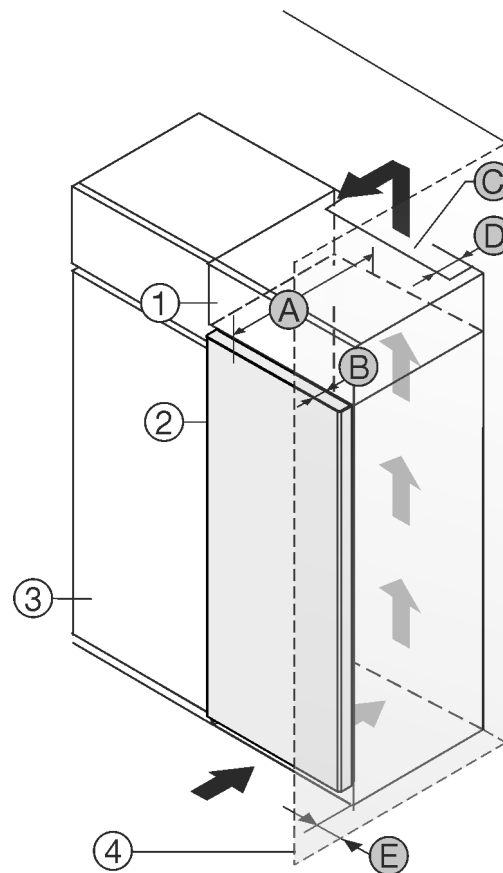

Fig. 1
- (1) Nastavná skříňka *
- (2) Příklad *
- (3) Kuchyňská skříň *
- (4) Stěna *
- (A) Hloubka přístroje *
- (B) Hloubka dvířek *
- (C) Větrací průřez *
- (D) Vzdálenost zadní strany přístroje *
- (E) Vzdálenost k zadní straně přístroje *
Můžete přístroj nainstalovat přímo vedle kuchyňské skříňky Fig. 1 (3)*.
Na zadní straně nastavné skříňky musí být větrací šachta hluboká Fig. 1 (D) přes celou šířku nastavné skříňky.*
Pod stropem místnosti musí být dodržen větrací průřez Fig. 1 (C)*.
Když přístroj instalujete závěsy vedle stěny Fig. 1 (4), musí být vzdálenost mezi přístrojem a stěnou minimálně 13 mm.*
Aby bylo možné dvířka plně otevřít, musí přístroj přesahovat o hloubku dvířek Fig. 1 (B) vůči přední linii kuchyňské skříňky. V závislosti na hloubce kuchyňských skříňek Fig. 1 (3) a použití vymezených odstupů od stěny může přístroj vyčnívat dále.*